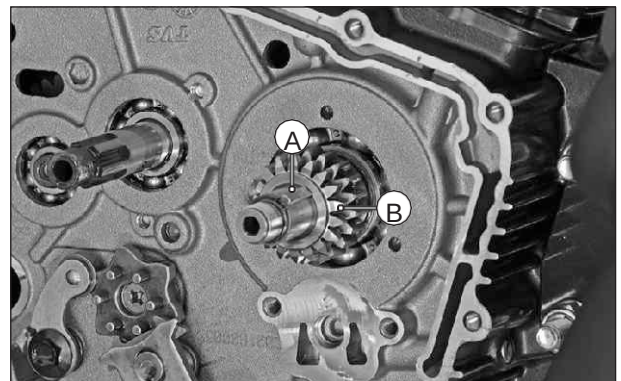

Fig. 3.122
- Retire la cuña (A) (4x3.6x38) y el engranaje (B) de la bomba de aceite del cigüeñal. (Fig. 3.122)